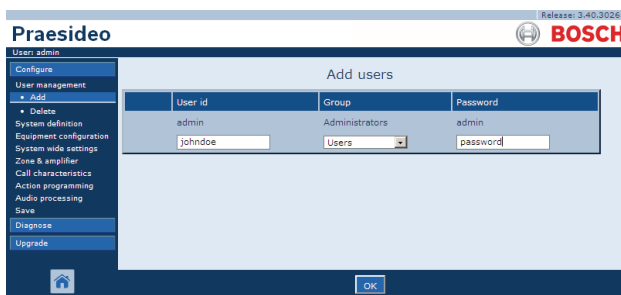

figura 42.3: Agregar un usuario, paso 2 a 4
- 2 Introduzca el nombre de usuario que corresponde al usuario nuevo en el campo *User id*. Puede contener hasta 16 caracteres. Por ejemplo,  *johndoe* (consulte figura 42.3).
- 4 Introduzca la contraseña del usuario nuevo en el campo *Password*. Puede contener hasta 16 caracteres. Por ejemplo, *password* (consulte figura 42.3).